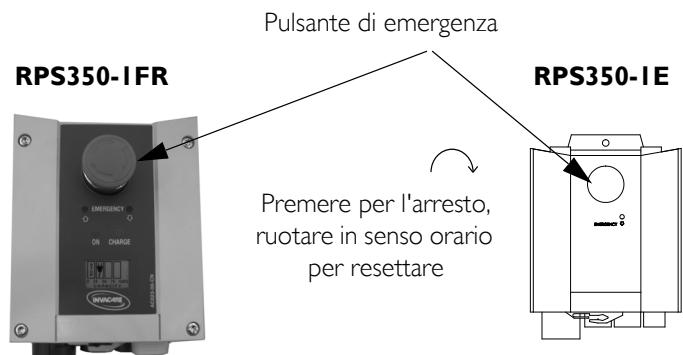

FIGURA 3.1 Funzionamento del sollevatore per pazienti
- Fare riferimento al Dettaglio "A" della Figura 3.1.